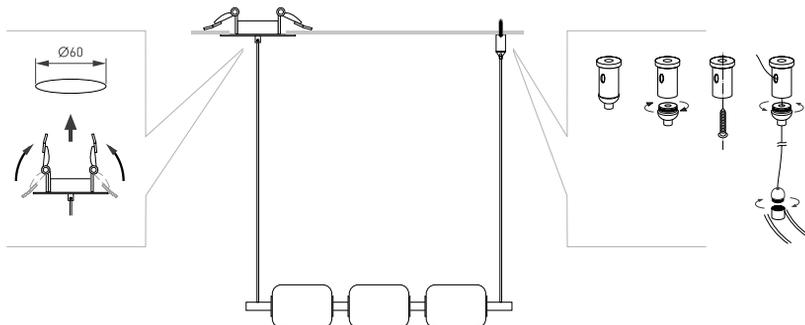

Рис. 3. Установка и подключение светильника с встраиваемой чашей
3.2. Установка и подключение светильника со встраиваемой чашей (рис. 3)